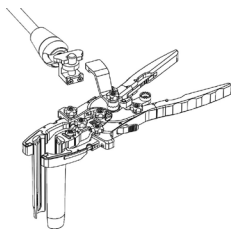

Figura 12
- Se si utilizza l'**interfaccia del braccio** (ML-0902), dopo aver verificato che l'**interfaccia del braccio** è stata fissata sul telaio del **divaricatore**, portare il **braccio articolato**, il **morsetto della rastrelliera, grande** (ML-0063) all'estremità prossimale dell'**interfaccia del braccio** e fissare il **morsetto della rastrelliera del braccio** all'**interfaccia del braccio**. (Figura 12)